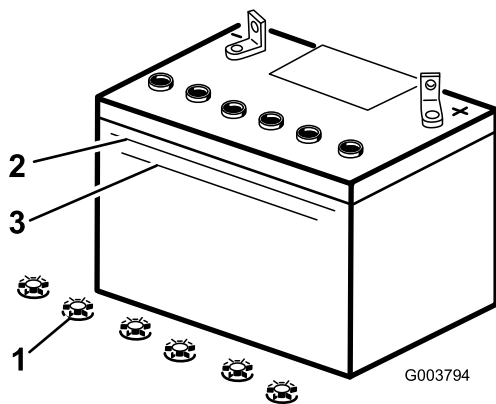

Figure 37
2. Observez le côté de la batterie. Le niveau de l'électrolyte doit atteindre le trait supérieur (Figure 37). Le niveau d'électrolyte ne doit pas descendre au-dessous du trait inférieur (Figure 37).
3. Enlevez les bouchons de remplissage de la batterie (Figure 37).
4. Versez de l'eau distillée avec précaution dans chaque élément jusqu'au repère supérieur (Figure 37) sur le côté de la batterie.
5. Attendez cinq à dix minutes après avoir rempli les éléments. Au besoin, ajoutez de l'eau distillée pour amener le niveau jusqu'au repère supérieur sur le côté de la batterie (Figure 37).